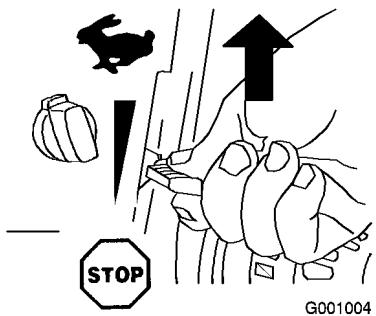

Figure 25
- Placez la manette d'accélérateur en position haut régime (Figure 25).